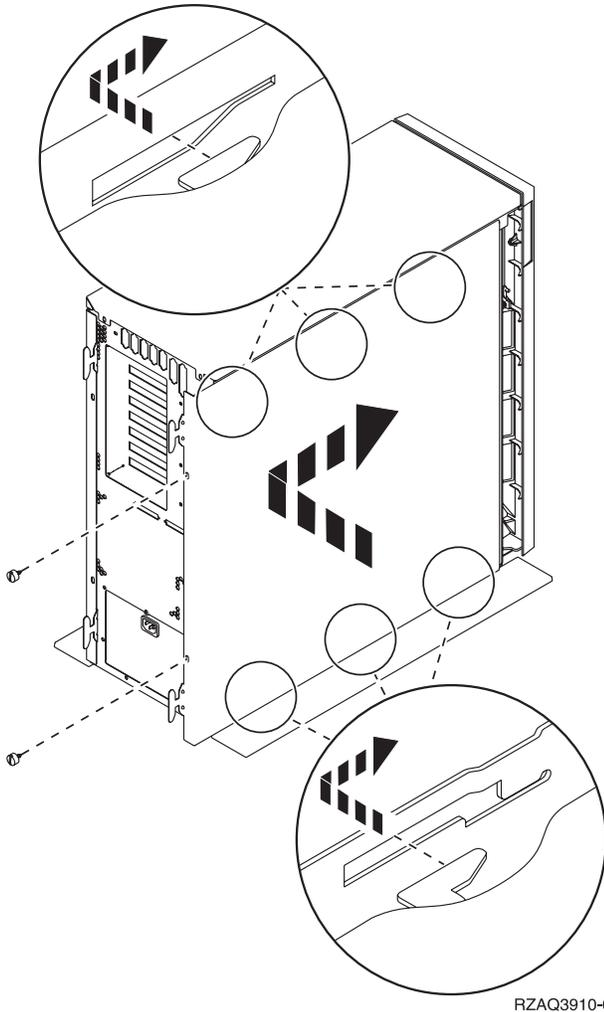

Abbildung 7. Seitenabdeckung der Systemeinheit installieren
- ___ 9. In **Abb. 7** wird gezeigt, wie die Seitenabdeckung der Systemeinheit installiert wird. Richten Sie die Laschen am oberen und unteren Rand aus. Drücken Sie auf die Abdeckung, bis alle Laschen korrekt in den Kerben sitzen. Schieben Sie die Abdeckung bis zum Anschlag zur Vorderseite der Systemeinheit. Setzen Sie dann die Schrauben ein.